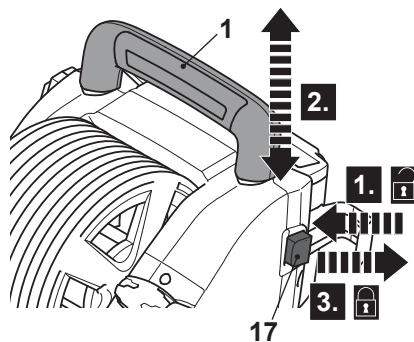

Fig. 18
1. Pressione o botão de bloqueio (17) para desbloquear a alça de transporte (1) (Fig. 18, passo 1).
2. Mova a alça de transporte (1) para a posição necessária (posição alta / baixa) (etapa 2).